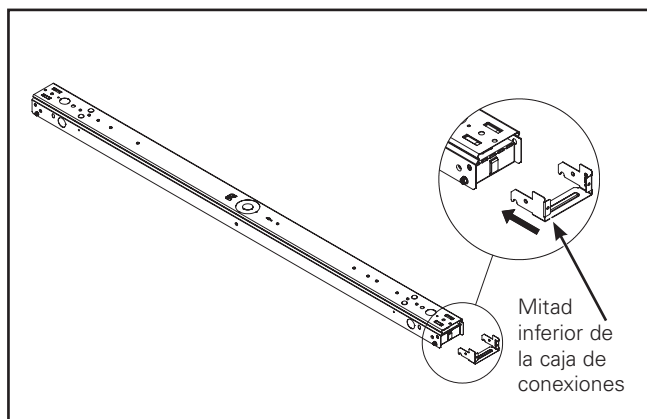

Figura 2.
2. Inserte la caja de conexiones en la mitad inferior del accesorio. (Figura 2.)